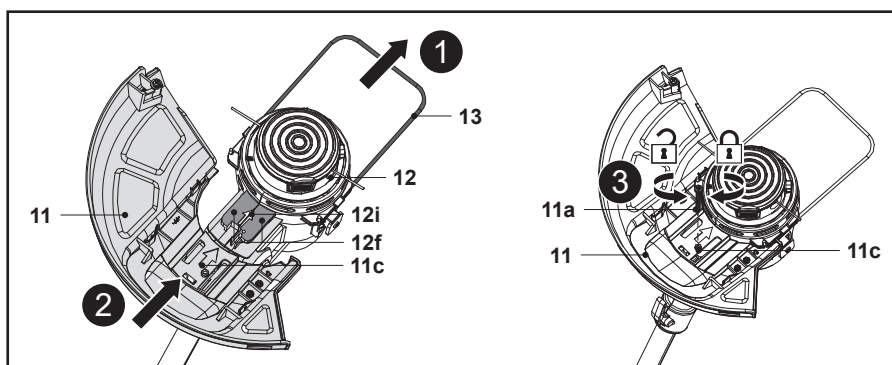

Fig. 1
1. Volte a cabeça do aparador (12) ao contrário.
3. Coloque o protetor de plantas (13) em primeiro lugar (Fig. 1, passo 1), alinhe e deslize a proteção (11) para as ranhuras de encaixe (12f) da cabeça do aparador (12) (Fig. 1, passo 2). Introduza totalmente a proteção (11) e certifique-se de que os orifícios dos parafusos (11c, 12i) estão bem alinhados.
4. Fixe a proteção (11) com o parafuso (11a) para a direita (Fig. 1, passo 3).